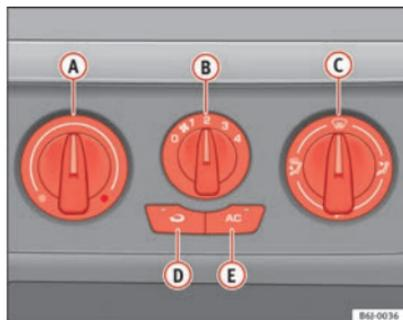

Fig. 94 Sur la planche de bord : éléments de commande du climatiseur
- Les régulateurs ⇒ fig. 94 **A** et **C** et la commande **B** permettent de régler la température, la distribution de l'air et la vitesse de la turbine.